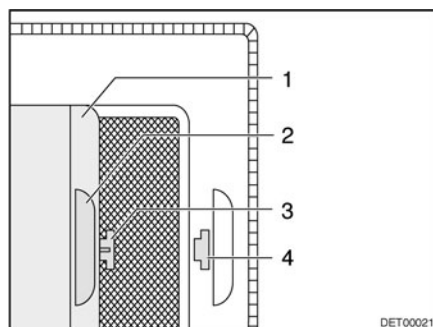

Fig. 40 Persiana oscurecedora enrollable
- Tirar de la persiana oscurecedora enrollable (Fig. 40,1) por el asidero (Fig. 40,2) y enganchar el gancho (Fig. 40,3) en el orificio (Fig. 40,4).
- Sacar el gancho (Fig. 40,3) del orificio (Fig. 40,4) y devolver a su posición la persiana oscurecedora enrollable.